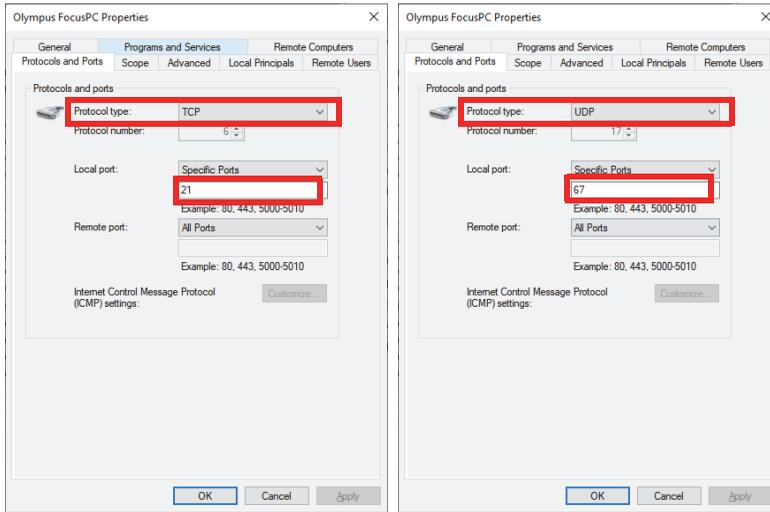
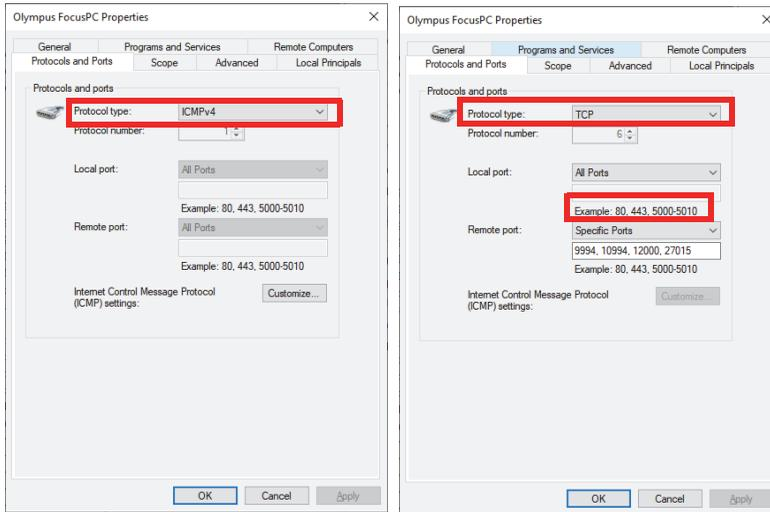
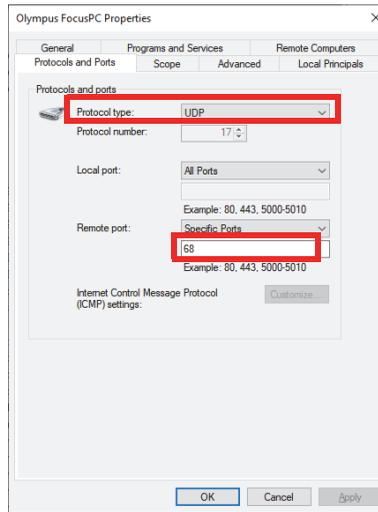

Figura 1-13 Tipo de protocolo — regra de entrada TCP 21 e UDP 67
Figura 1-14 Tipo de protocolo — regra de saída ICMPv4 e TCP
Figura 1-15 Tipo de protocolo — regra de saída UDP 68
7. Configure a porta com os parâmetros mostrados na Figura 1-13 na página 36, Figura 1-14 na página 36 e Figura 1-15 na página 37.